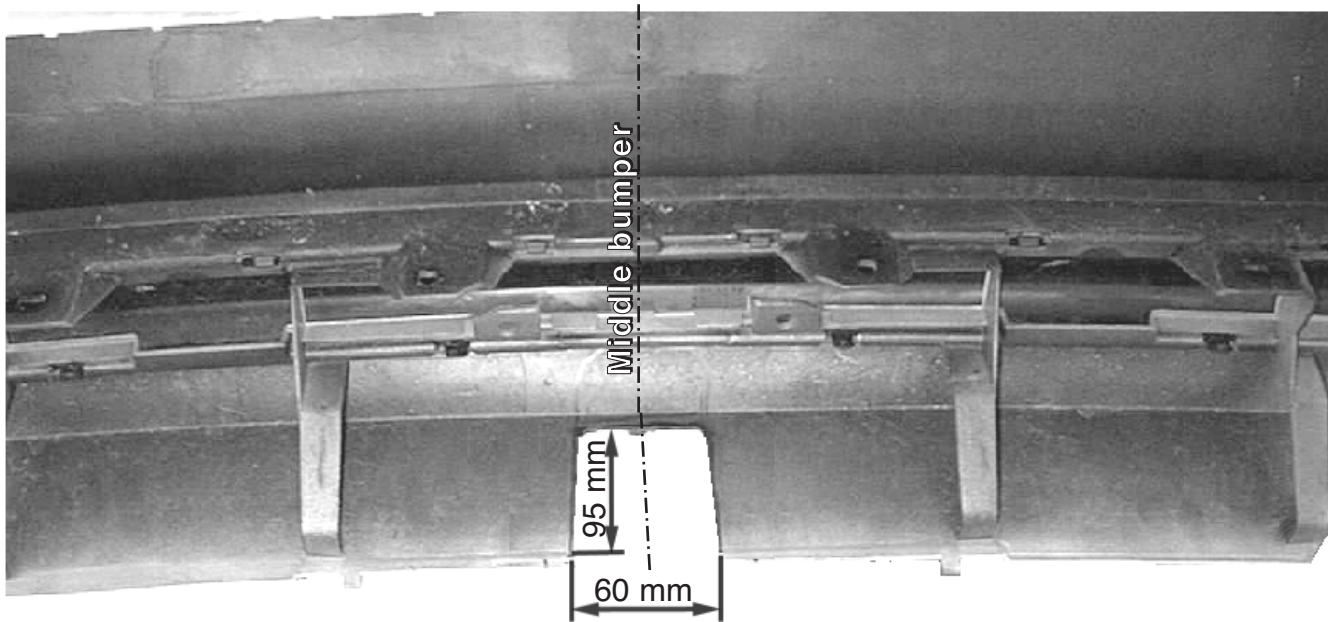

Fig. 1
1. Ryd gulvet i bagagerummet. Fjern følgende fra bagagerummet: donkræften (til venstre), bagskærmen af kunststof og kunststoflommerne (til højre og venstre). Fjern kofangeren fra køretøjet. Fjern den indre del af kofangeren (inderværket). Fjern støddæmperne fra inderværket. Disse støddæmpere skal ikke genanbringes. Sav et stykke ud af kofangeren, se fig. 1.
1. Despejar el suelo del maletero. Retirar del maletero el gato (a la izquierda), la pantalla posterior sintética y los compartimientos almacén sintéticos (a la izquierda y derecha). Desmontar el parachoques del vehículo. Retirar el armazón interior del parachoques. Retirar los amortiguadores del armazón interior. Los amortiguadores retirados no se vuelven a poner. Serrar una parte del parachoques de acuerdo con la fig. 1.
1. Liberare il fondo del bagagliaio. Rimuovere dal bagagliaio il cric (a sinistra), il pannello in plastica posteriore e gli scomparti in plastica portageggi (a destra e sinistra). Smontare il paraurti del veicolo. Rimuovere l'anima interna del paraurti. Rimuovere gli ammortizzatori dall'anima del paraurti; questi non dovranno essere rimontati. Segare via una parte del paraurti, come indicato in fig. 1.
1. Uprzątnąć podłogę bagażnika. Z bagażnika wyjąć podnośnik, tylną ściankę z tworzywa sztucznego oraz schowki z tworzywa sztucznego (z lewej i z prawej strony). Odkręcić zderzak. Zdjąć obudowę zderzaka a następnie z obudowy wymontować amortyzatory. Amortyzatory te nie będą ponownie wykorzystywane. Według rys. 1. Ze zderzaka wyciąć pokazany element.